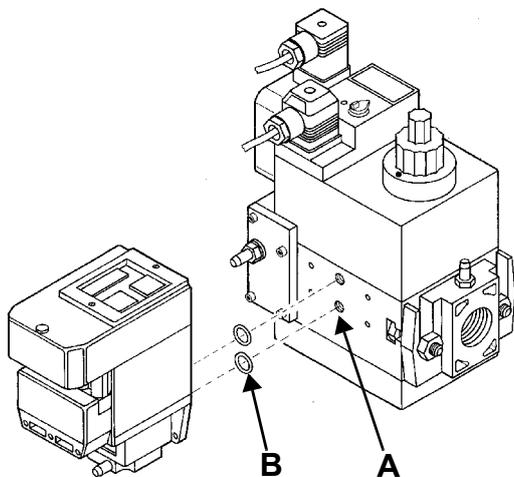
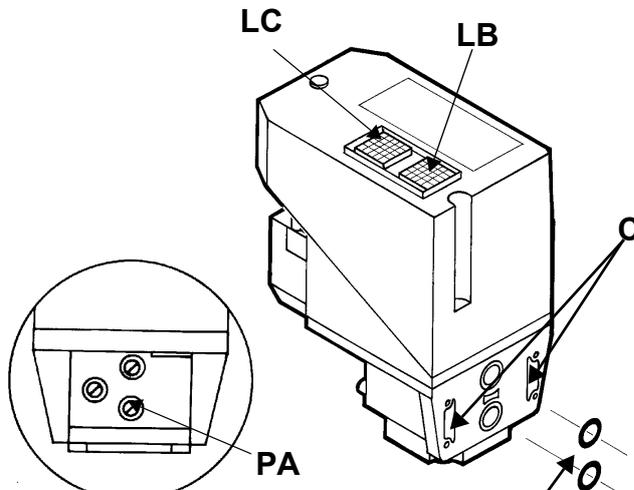

Рис. 24
Рис. 25
- 3). снять крепежные винты группы Multibloc (Рис. 24-А)
- 4). вставить уплотнительные кольца (10,5x2,25) в VPS 504 (Рис. 25-В, Рис. 24-В)
- 5). закрутить 4 винта блока контроля герметичности (M4x16) Рис. 24-С.
Для проверки работы, подсоедините манометр к штуцеру для отбора давления **PA** (Рис. 25). Если проверка завершилась положительно, через несколько секунд загорается жёлтая лампочка **LC**. В противном случае загорается красная лампочка блокировки **LB**. Чтобы перезапустить горелку, необходимо разблокировать блок управлением нажатием на светящуюся кнопку **LB**.